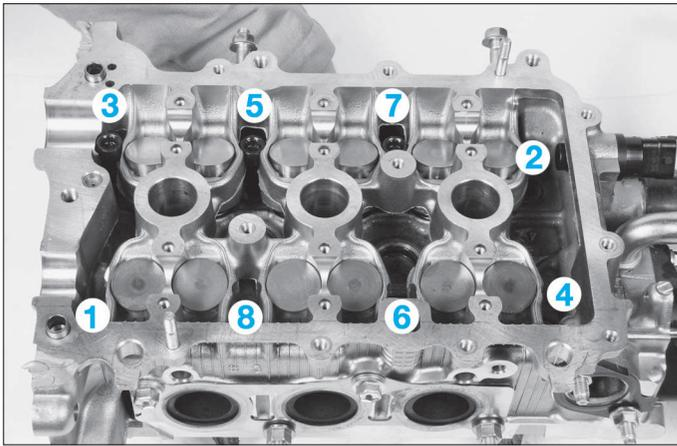

FIG. 74
- Desserrer les vis de culasse dans l'ordre indiqué (Fig.74).